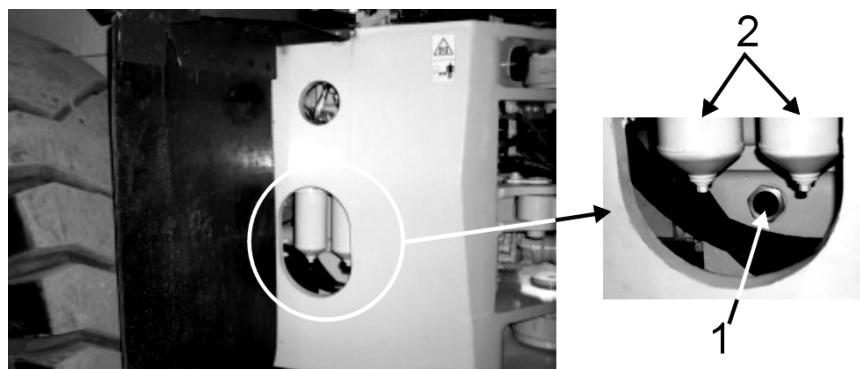

Рис.5.48. Смотровое окошко для контроля уровня масла в коробке передач
5. Проверка уровня масла в коробке передач осуществляется через смотровое окошко (1, Рис. 5.48.) коробки передач. Доступ к смотровому окошку возможен через отверстие в правой плите (лонжероне) задней рамы около коробки передач. Уровень масла в коробке передач считается нормальным, если шарик в смотровом окошке коробки передач удерживается выше середины смотрового окошка на 10 мм, когда двигатель работает на низких оборотах холостого хода.